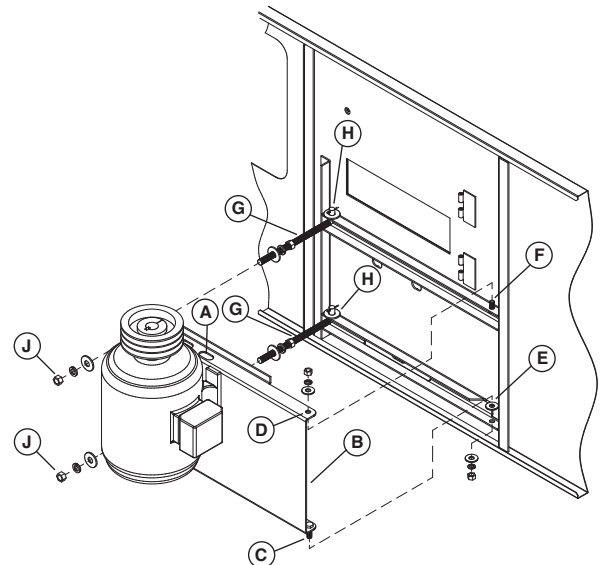

Abb. 15 – Montage des außenseitigen Motors
1. Machen Sie sich mit Abbildung 15 vertraut, bevor Sie den Motorsockel am Aggregat installieren.